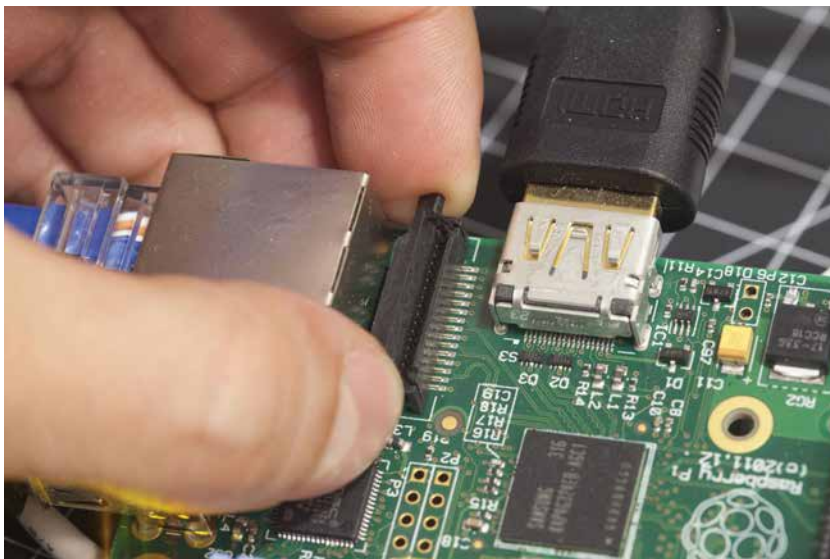

Abb. 9–4 Den Verriegelungsmechanismus am Anschluss der seriellen Schnittstelle für die Kamera öffnen
1. Ziehen Sie die Ecken des CSI-Anschlusses, der sich direkt neben Ethernet-Port befindet, nach oben. Ein Teil des Anschlusses wird nach oben geschoben und zeigt dann Richtung Ethernet-Port (siehe Abb. 9–4).